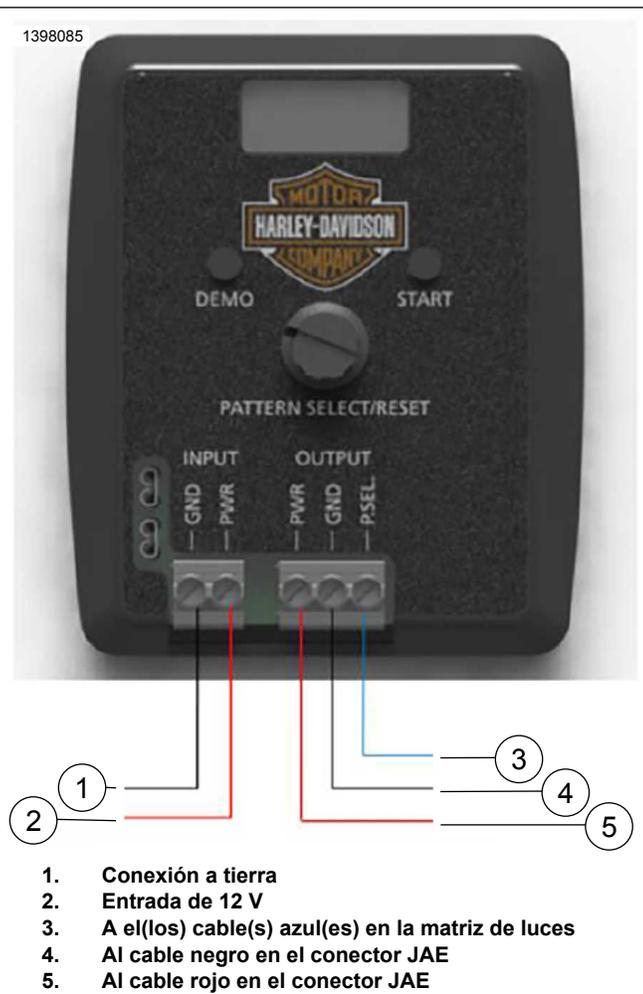

Figura 10. Configuración de la programación de patrones
1. Consulte la Figura 10. Conecte la fuente de alimentación de 12V al PSCP.
2. Consulte la Figura 10. Conecte la luz a los terminales OUTPUT (salida) del PSCP (requiere un cable suministrado por el concesionario).